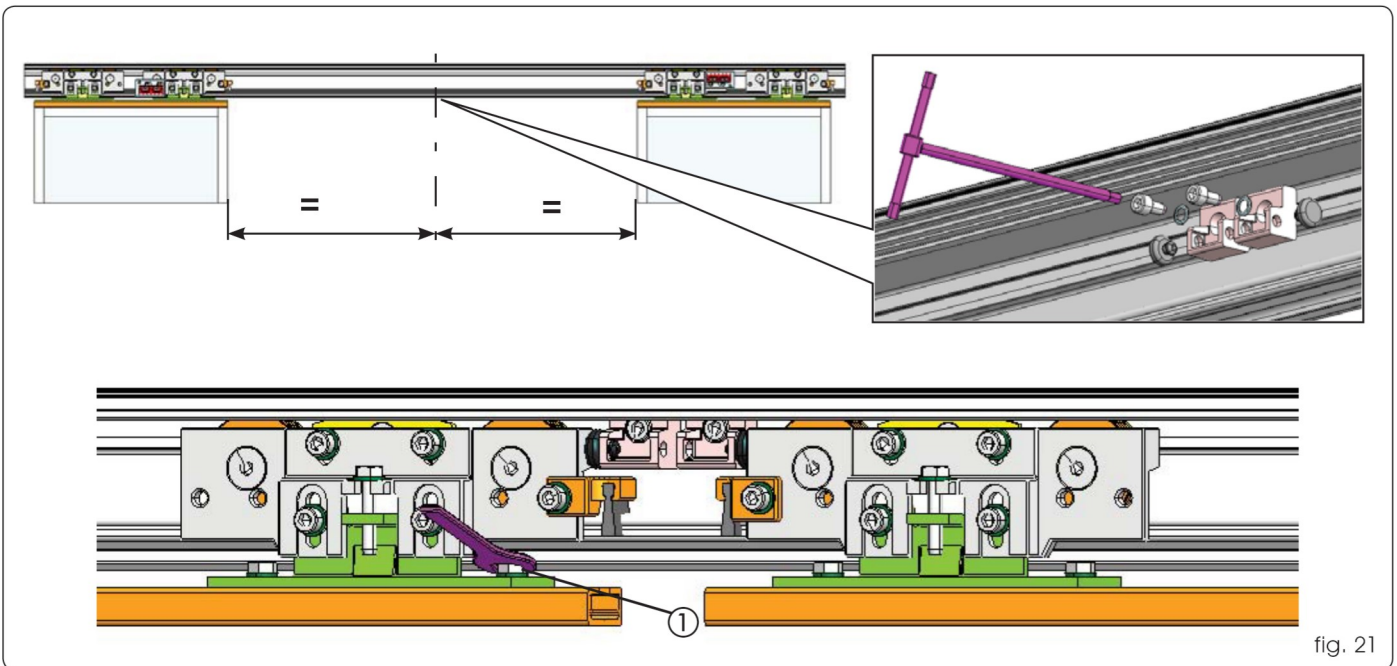

fig. 21
- Desserrer les vis de fixation des chariots (fig. 21 réf. ①).